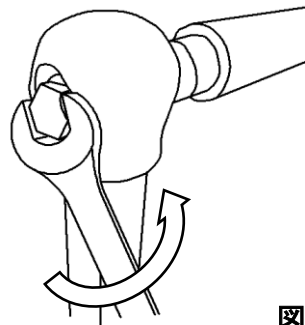

図2
- ② 準備した工具を使用して、支柱側面のボルトを緩めます（図2）。